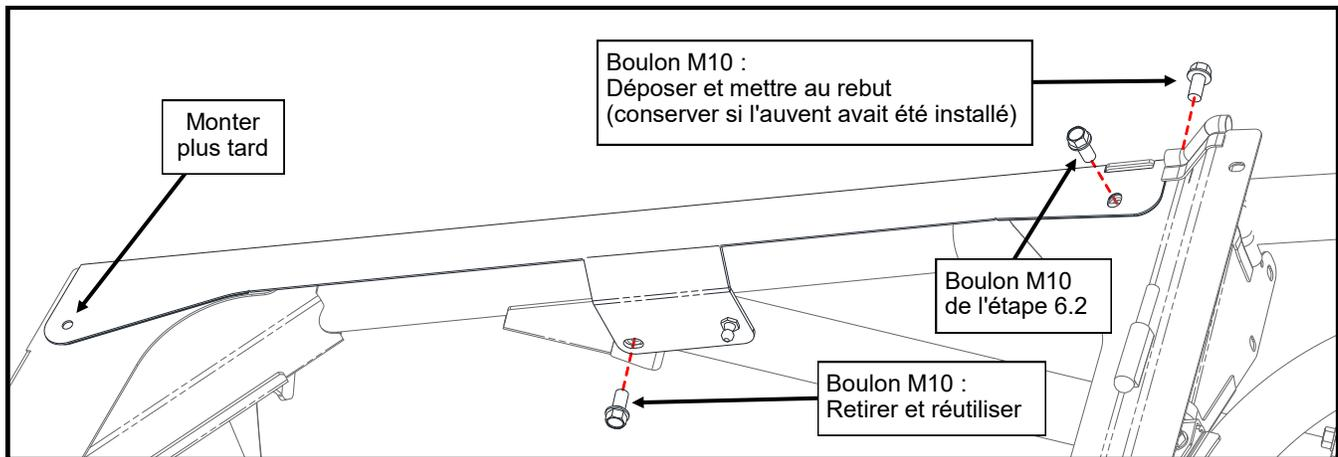

Figure 7.1 : Longerons latéraux avant (côté conducteur illustré)
- 7.1 Pour chaque côté, un côté à la fois, retirez et retenez le boulon M10 sur la face inférieure de l'extrémité avant de la traverse ROPS avant. Ensuite, retirez le boulon M10 au sommet du ROPS au-dessus du montant B (voir figure 7.1).